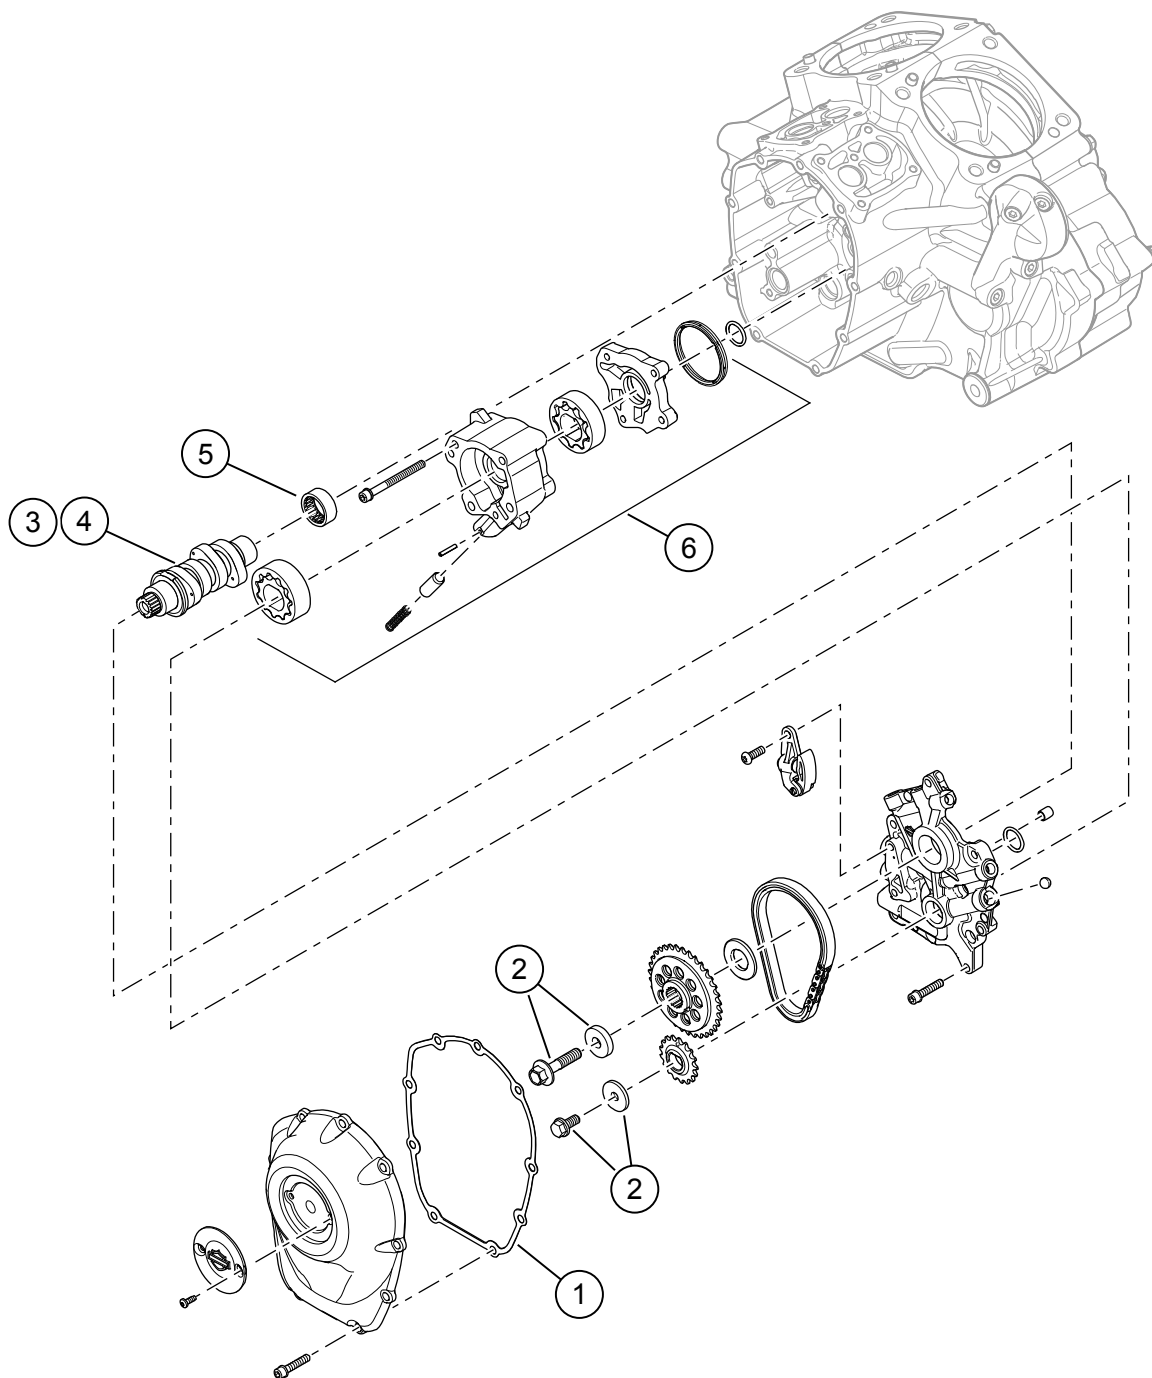

図4。交換用パーツ:Screamin' Eagle Milwaukee-eight ステージ2キット
1. 図4を参照してください。オイルポンプを取り付けます。サービスマニュアルを参照してください。